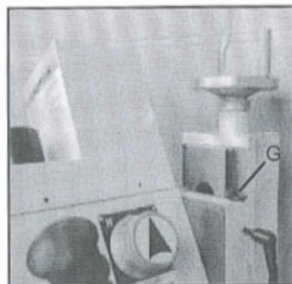

Fig. 58
1. Den lodrette GIB justeringskrue (G, Fig.58) findes på søjlen.